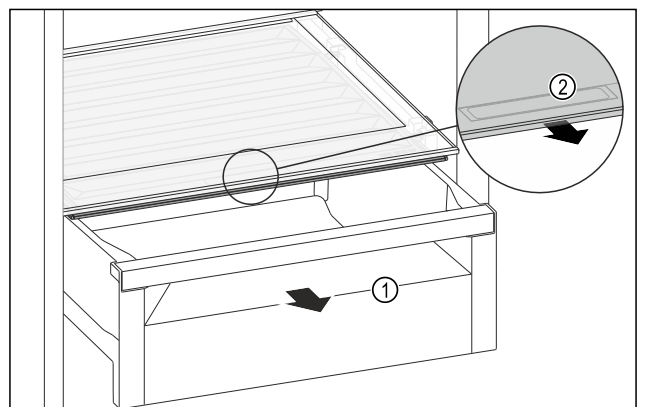

Fig. 121
- ▶ Витягніть висувний ящик Fig. 121 (1).
- ▶ Візьміться за потайну ручку Fig. 121 (2) на кришці відділення й одночасно потягніть кришку відділення вперед.